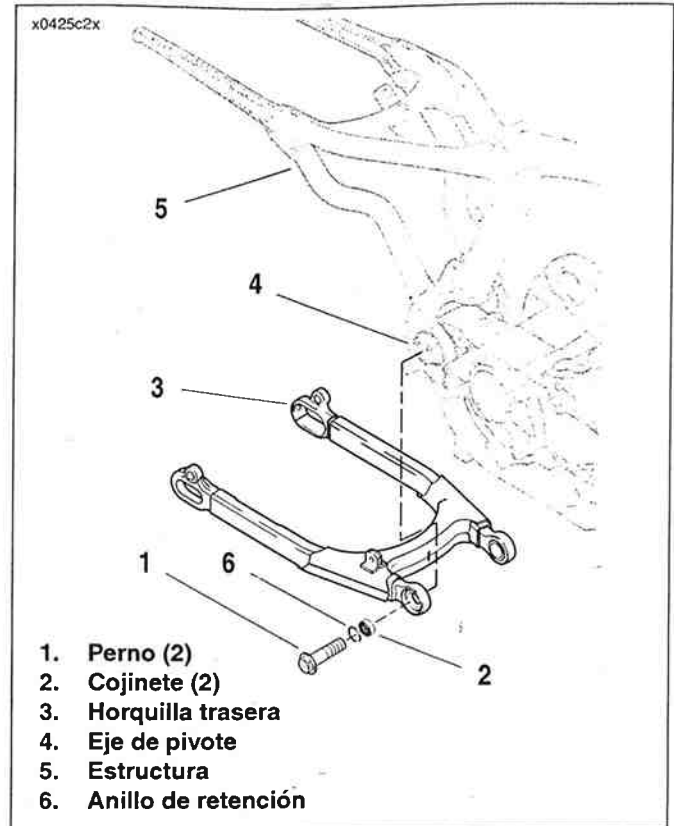

Figura 2-131. Conjunto de la horquilla trasera
8. Vea la Figura 2-131. Apoye la horquilla trasera. Extraiga los pernos de la horquilla trasera/soporte del motor (1) y tire el montaje de la horquilla de la estructura.
Vea la Figura 2-131. Desmonte los cojinetes de pivote (2) solamente si es necesario reemplazarlos.
2. Vea la Figura 2-131. Asegúrese de que el anillo de retención del cojinete de pivote (6) no esté doblado ni dañado. Si lo está, reemplácelo con un anillo de retención **nuevo**. Asegúrese que el anillo de retención quede totalmente asentado en la ranura de cada cojinete (2).
3. Compruebe que la horquilla trasera (3) no esté doblada, torcida o rajada. Reemplácelo si está dañado.
1. Vea la Figura 2-131. Si es necesario, presione los cojinetes **nuevos** (2) en su lugar en la horquilla trasera usando la HERRAMIENTA EXTRACTORA/INSTALADORA DE COJINETES (HD-46281):
2. Vea la Figura 2-131. Sosteniendo el montaje de la horquilla trasera en su lugar, instale los pernos de la horquilla trasera/soporte del motor (1). Apriete a 81,4-95,0 N·m (60-70 lb-pie).